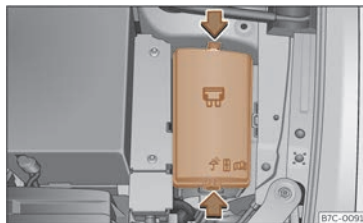

Fig. 195 Dans le compartiment moteur : cache du boîtier de fusibles.
- Appuyez sur les languettes de verrouillage pour déverrouiller le cache du boîtier à fusibles >>> **fig. 195**.